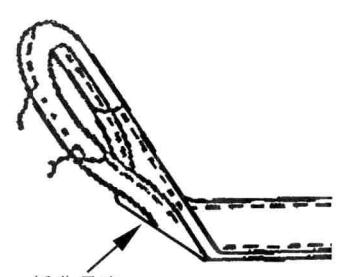

图 1-5 示意图 (4)
8) 不得把物品放在呈扭曲或折曲（如图 1-5 所示）状态的尼龙吊索上。